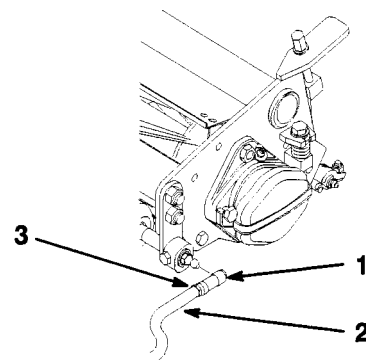

図 10
6. ソケットの開口部とボールスタッドの中心を合わせ、ジャムナットを締めてソケットを固定する（図10）。